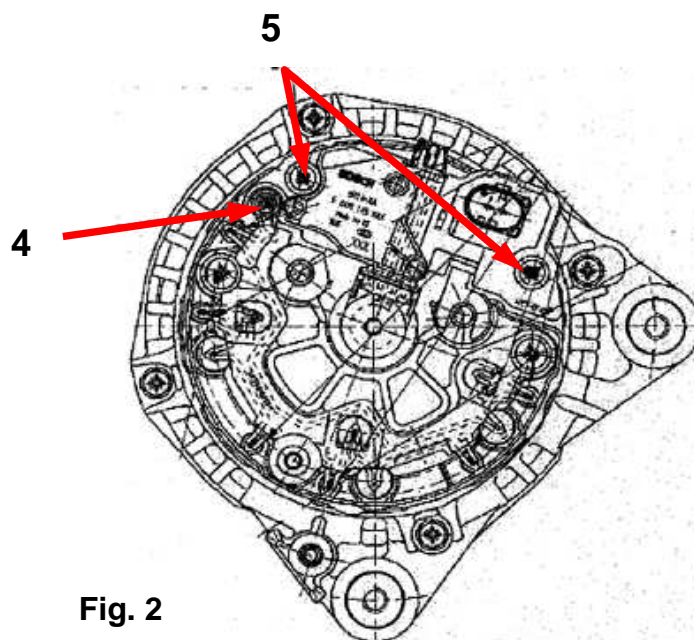

Fig. 2
- Svitare la vite di contatto della fase (v. fig. 2 punto 4).
- Smontare le viti di fissaggio dal regolatore e rimuovere il regolatore dall'alternatore (v. fig. 2 punto 5).